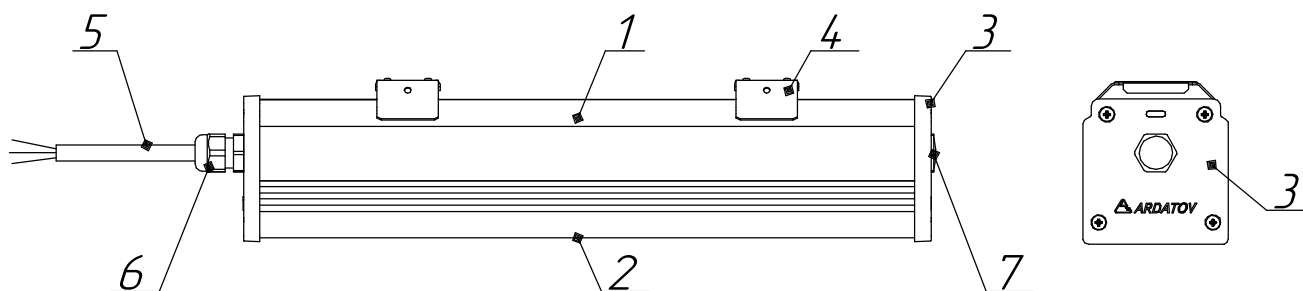

Рисунок 2 - Составные части светильника серии ДСП92
3.2 Светильник ДСП92, в соответствии с рис. 2 приложения А, состоит из корпуса поз.1 (с расположенными внутри модулем светодиодным и блоком аварийного питания с АКБ), защитного стекла поз.2, торцевых крышек поз.3, крепежных скоб поз.4, питающего кабеля поз. 5, кабельного ввода поз. 6, кнопки "ТЕСТ" поз.7. Корпус светильник изготовлен из экструзионного анодированного алюминия. Защитное стекло изготовлено из закаленного темперированного стекла. Торцевые крышки изготовлены из литого